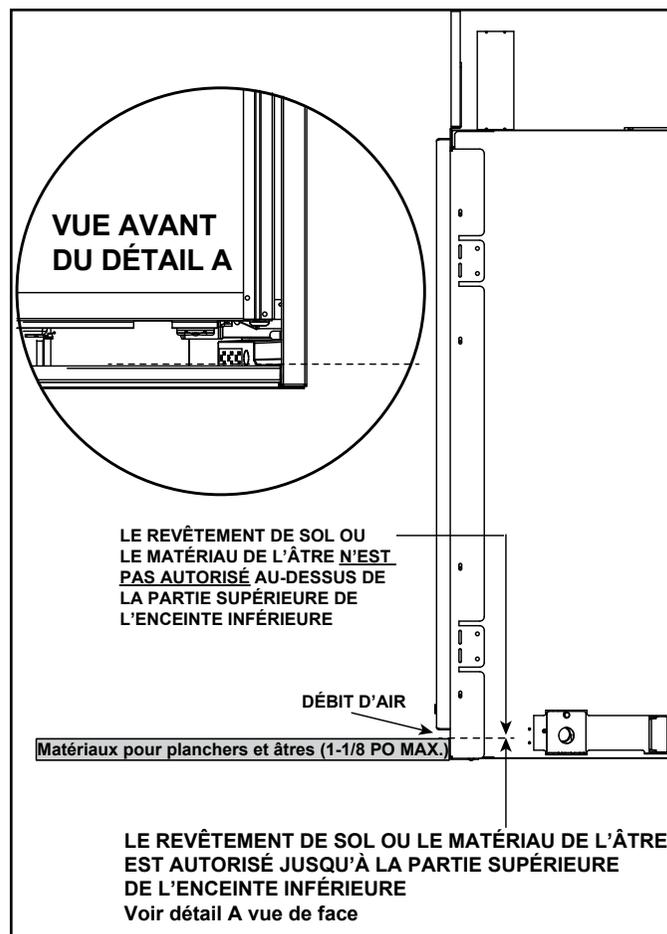

Figure 3.16 Matériaux du plancher et de l'âtre autorisés
- Les revêtements de sol et les matériaux de l'âtre sont autorisés jusqu'au sommet de l'enceinte inférieure, mais pas au-dessus, afin de permettre une bonne circulation de l'air à partir de l'appareil. Voir la figure 3.16.